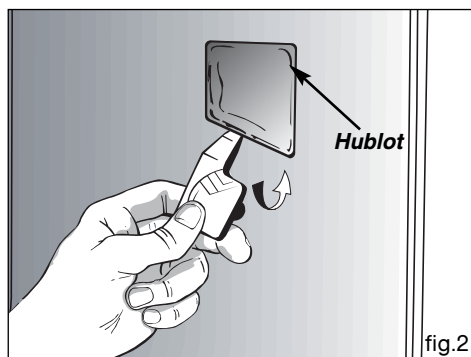

fig.2
- Faire levier à l'aide de l'outil butée rouge sur le hublot afin de le retirer (fig.2).